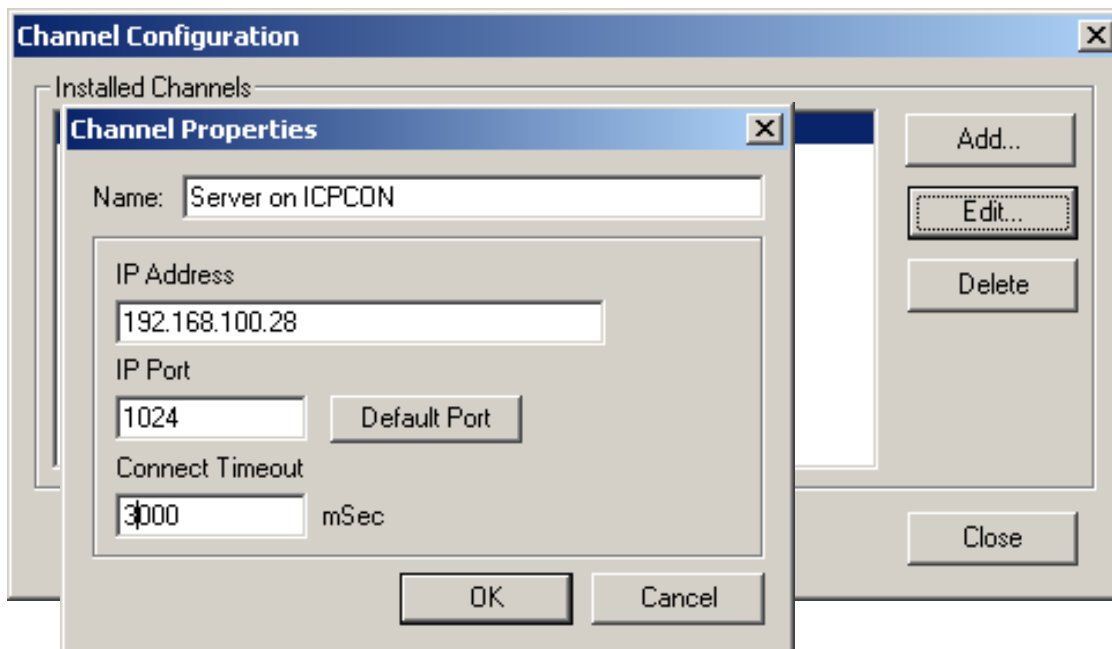

Рис.3. Создание канала связи с сервером *imserver.exe*
1. Кнопкой *CHANNEL* вызываем окно создания канала связи с сервером `imserver.exe` (рис.3), где задаем IP адрес и порт.